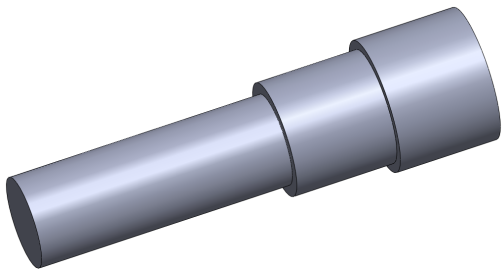

图 10-51 打开素材模型
(1) 单击常用工具栏中的【打开】按钮，打开一幅素材模型，如图 10-51 所示。